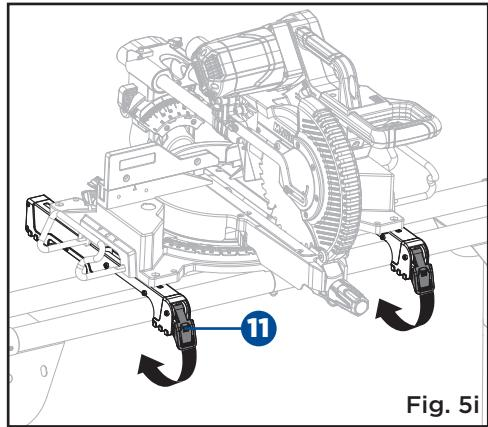

Fig. 5i
- Abaissez l'ensemble des étriers pour permettre au bord arrière de l'ensemble des étriers de se reposer complètement sur le rail arrière et verrouillez les étriers en abaissant les leviers de verrouillage (11) (Fig. 5i).